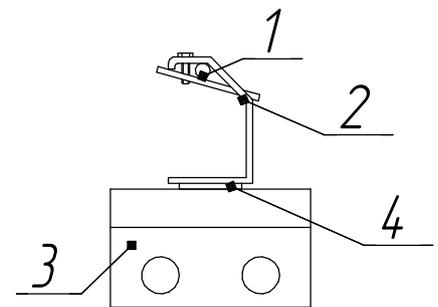

Рис.3 Подвес на трос распред.коробки:
4.4 Распред. коробка подвешивается на трос (см. рис.3 приложение А).
7.7 Подвесить распредел. коробку на трос при помощи скобы (см. приложение А, рис.3).